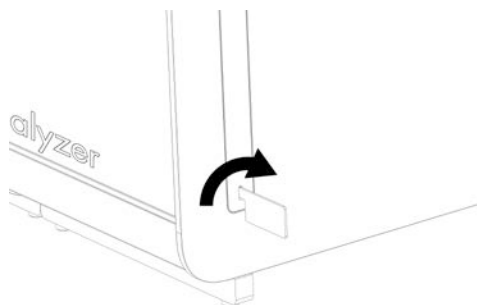

Figura 15. Retirada de las tapas de protección.
3. Retire las tapas de protección de la parte lateral del módulo analítico con la herramienta de retirada de la tapa de protección suministrada con el QIAstat-Dx Analyzer 1.0 (figura 15).